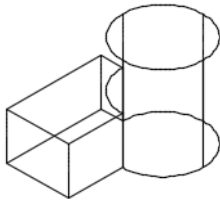

图 14-48 合并结果
- 3 选择要合并的对象。在本例中选择长方体, 接着选择圆柱体, 然后按〈Enter〉键, 从而将所选的两个实体对象合并为一个实体对象, 效果如图 14-48 所示。